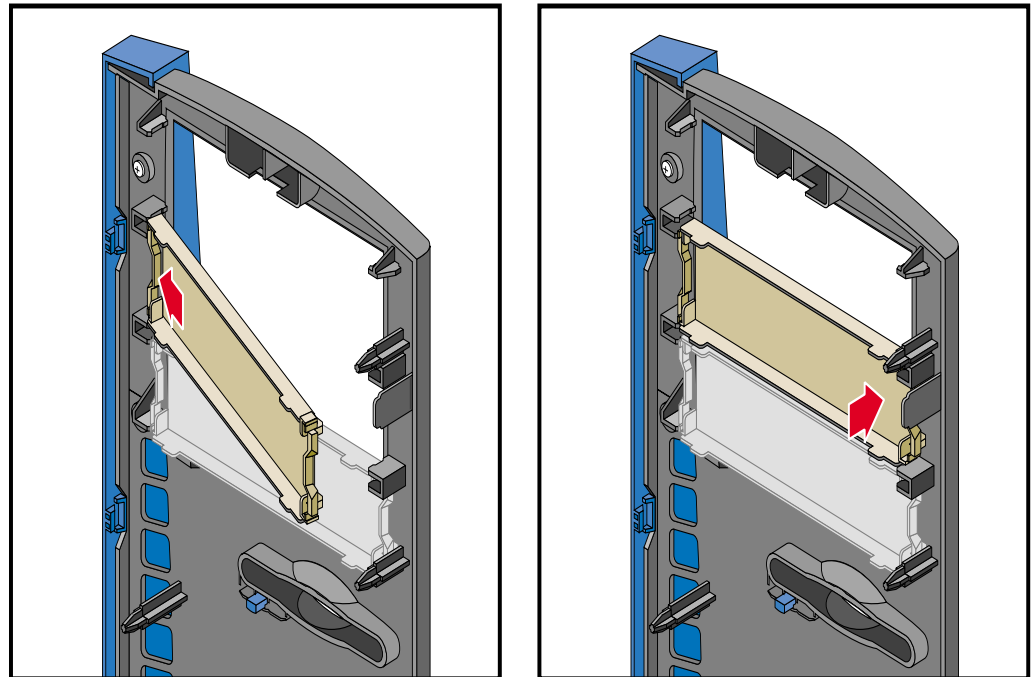

Abbildung 2-5 Installieren einer Blendenplatte in der Frontblende
- Wenn Sie eine Blendenplatte installieren wollen, setzen Sie ein Ende der Blendenplatte in die Haltekerben ein und drücken das andere Ende ein, bis die Platte einrastet. Abbildung 2-5 veranschaulicht das Vorgehen.